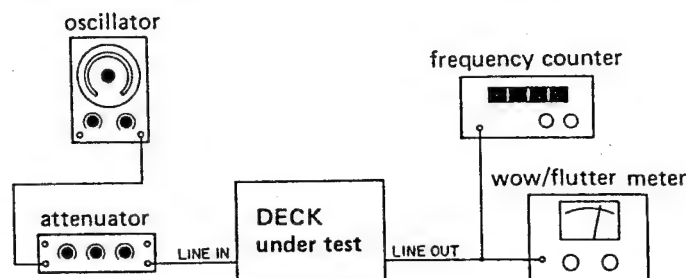

Fig. 5-7
1. Connect a frequency counter to either one of OUTPUT jacks. Fig. 5-7.
1. 周波数カウンタをOUTPUT ジャックに接続する (図5-7 参照)
1. Connect a wow and flutter meter to the deck as shown in Fig. 5-7.
1. 図5-7のようにワウ・フラッタ・メータをデッキに接続する。